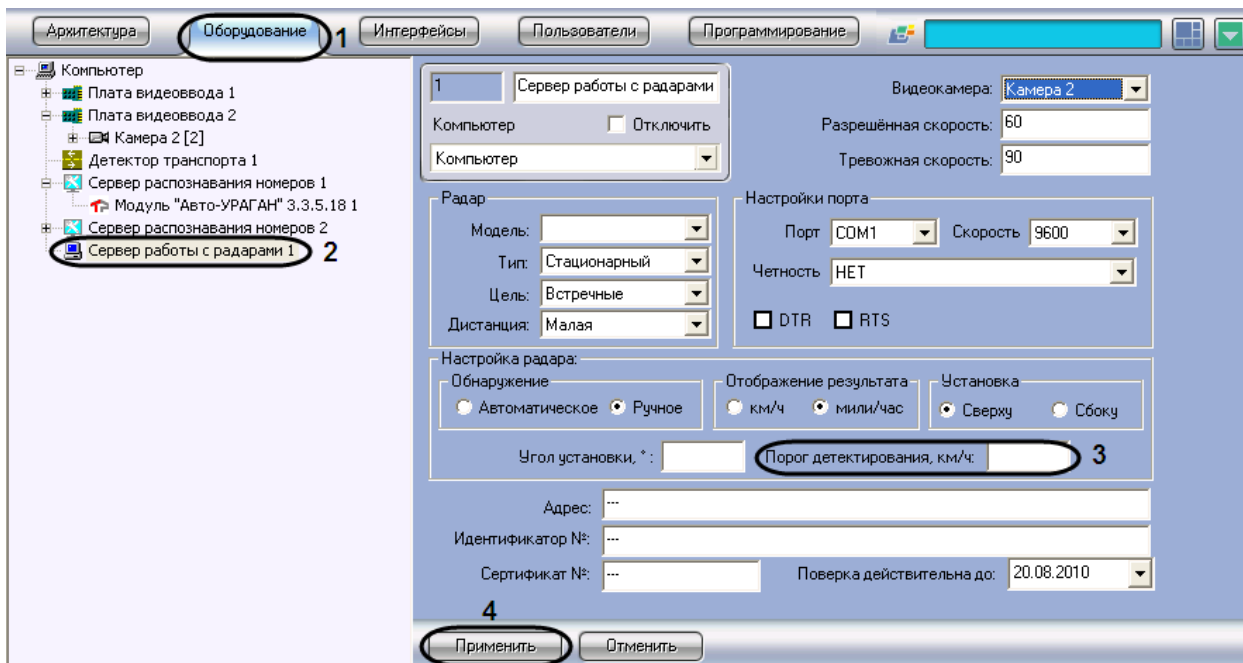

Рис. 7.3-13. Указание минимальной скорости движения транспортного средства, определяемого устройством «Радар»
1. В диалоговом окне «Настройка системы» перейти на вкладку «Оборудование» (см. Рис. 7.3-13, 1).
2. В дереве объектов на вкладке «Оборудование» выбрать объект «Сервер работы с радарными», соответствующий настраиваемому программному модулю «Радар» (см. Рис. 7.3-13, 2). В правой части вкладки «Оборудование» отобразится панель настройки выбранного объекта.
3. Задать в поле «Порог детектирования, км/ч» минимальную скорость движения транспортных средств, определяемую устройством «Радар» (см. Рис. 7.3-13, 3).
4. Нажать кнопку «Применить» (см. Рис. 7.3-13, 4).